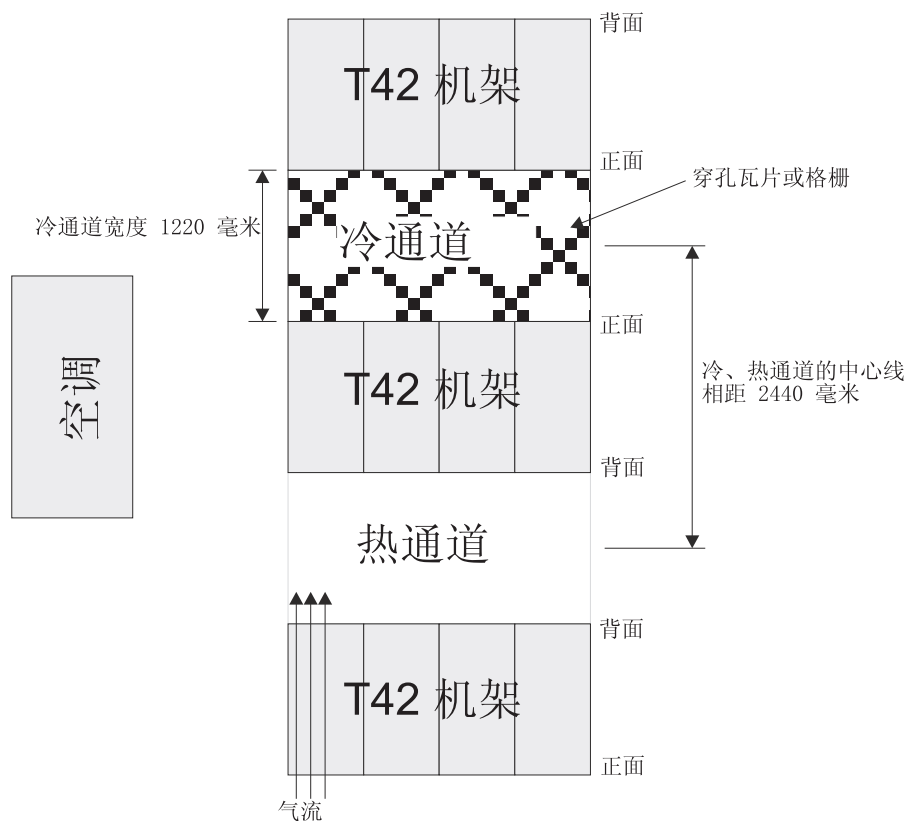

图 11. 冷通道/热通道机架配置示例
- 空气从机架前部进入，后部流出。为防止流出机架的空气进入其他设备的进风口，必须将机架隔行放置并且前部与前部相对、后部与后部相对。这种排列方式被称为“冷通道/热通道”，如图 11 中所示。